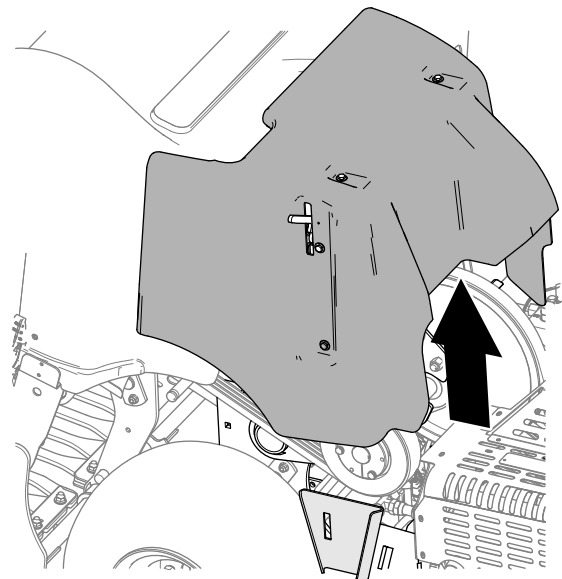

Bild 132
3. Heben Sie die Riemenabdeckung von der Maschine ab (**Bild 132**).